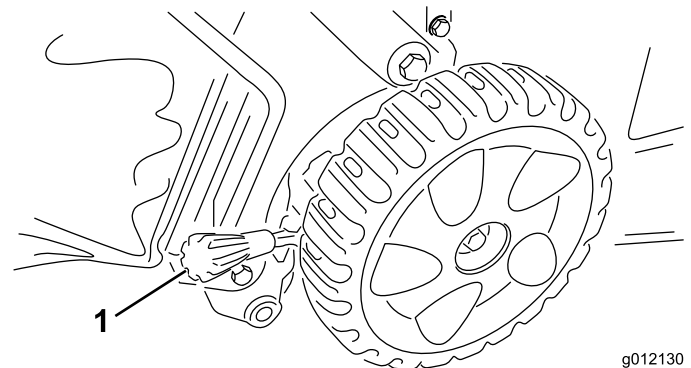

Figura 10
**Nota:** Para elevar el cortacésped, mueva la palanca de altura de corte hacia adelante; para bajar el cortacésped, mueva la palanca de altura de corte hacia atrás (Figura 10).